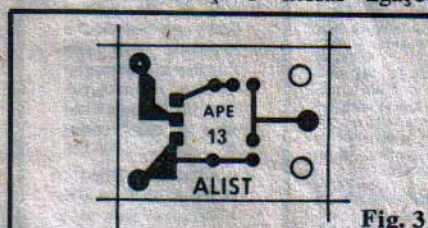

Fig. 3
- FIG. 3 - Plaquinha de Circuito Impresso com lay out específico para a mini-montagem do ALIST. O arranjo é tão simples, que pode ser facilmente realizado mesmo pelos leigos que ainda não "arriscaram" confeccionar sua primeira placa. Qualquer das técnicas convencionais pode ser utilizada (caneta com tinta ácido-resistente, decalques, ou até esmalte de unha). O importante é que tamanhos, formas e posições de ilhas e pistas sejam rigorosamente copiados e respeitados. Não esquecer da perfeita limpeza